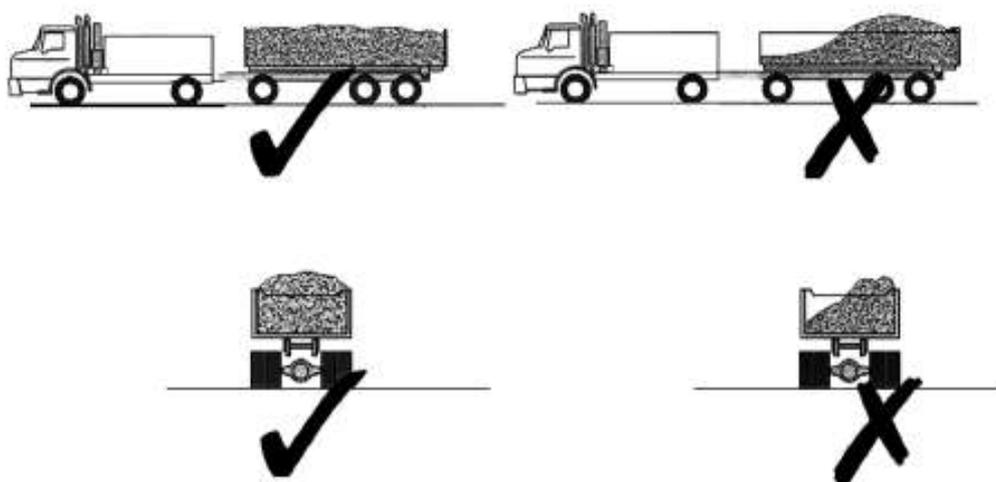

Рис.49. Примеры загрузки платформы.
- Примеры правильной (✓) и неправильной (✗) эксплуатации транспортного средства показаны на рис.49!